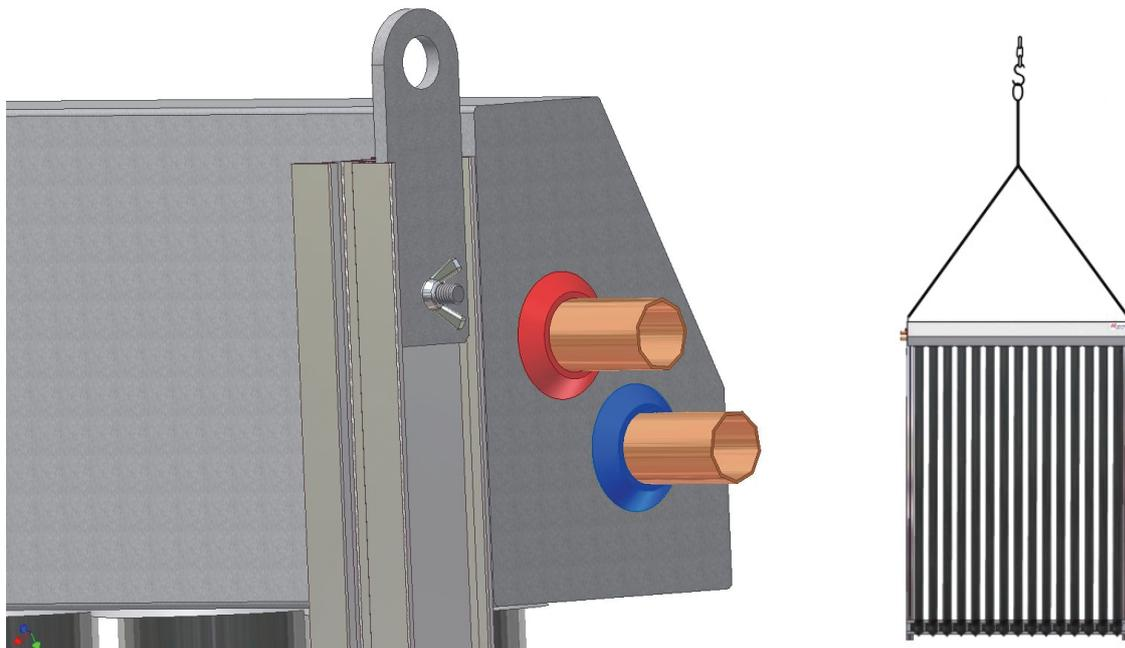

Fig. 11a : Manipulation utilisant une bretelle
- Pour une manipulation plus aisée des capteurs, une bretelle avec un crochet peuvent être utilisés (voir fig. 11a).